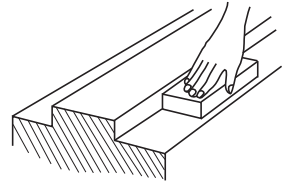

Abb. 1
1. Die Montageflächen mit einem Ölstein abziehen, Grate, Unebenheiten und Schmutz entfernen (Abb. 1).